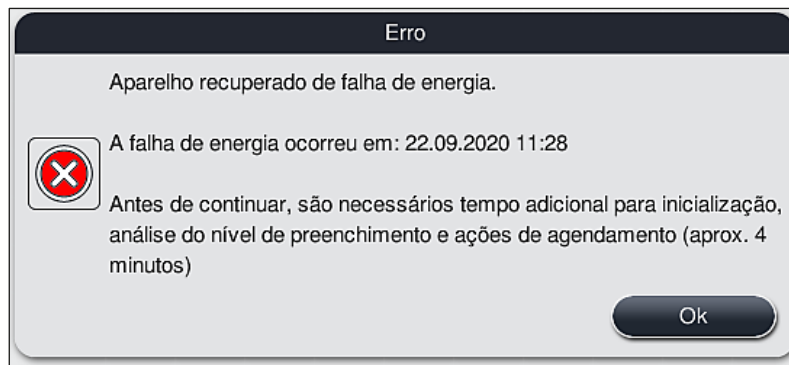

Fig. 106
- ① A primeira mensagem de informações após o aparelho reiniciar automaticamente informa o usuário sobre a hora da falha de energia elétrica (→ "Fig. 106"). Confirme esta mensagem de informações pressionando o botão **OK** para iniciar as instruções adicionais para a continuação do processo de coloração.